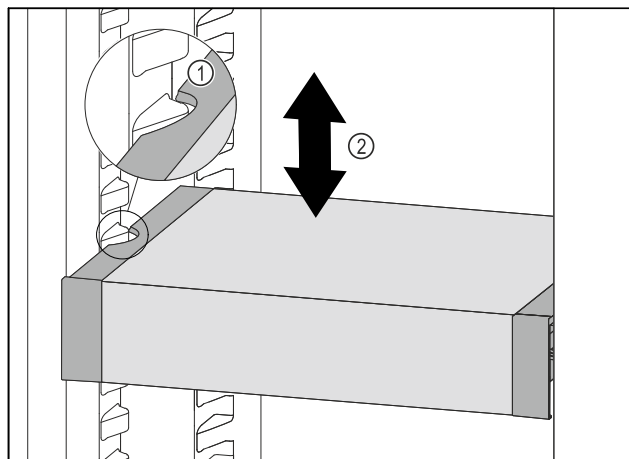

Fig. 211
- VarioSafe vucite prema naprijed sve dok se bočni otvori VarioSafe ladice ne nađu na visini žlijeba spremnika u hladnjaku. Fig. 211 (1)
- Pomičite ladicu VarioSafe u hladnjaku prema gore ili dolje sve dok ne dosegnete željenu visinu. Fig. 211 (2)